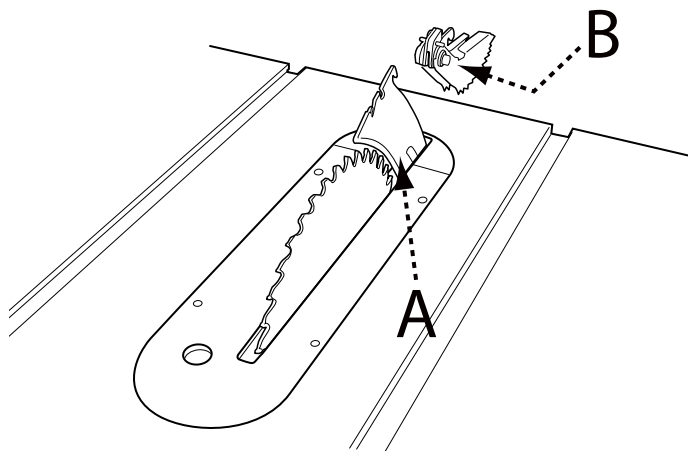

FIGURE 16
1. Reportez-vous à la Figure 16 et localisez la fente de montage des doigts anti-retour (A) au milieu du bord supérieur du couteau diviseur.
2. Faites coulisser la fente au milieu de l'ensemble de doigts anti-retour le long de la partie supérieure du couteau diviseur jusqu'à ce que la tige (B) localise la fente centrale sur le couteau diviseur.
3. Enfoncez la tige sur l'ensemble de doigts anti-retour (B) pour permettre à l'ensemble de tomber dans la fente. Appuyez sur l'ensemble de doigts anti-retour jusqu'à ce qu'il s'enclenche et se verrouille. Relâchez la tige. **REMARQUE :** Tirez sur les doigts anti-retour pour vous assurer qu'ils sont bien verrouillés en place.
L'épaisseur du couteau diviseur (A) doit être supérieure à celle du corps de la lame ou de la plaque (B) et inférieure à la largeur de trait de scie ou de découpe (C) comme le montre la Figure 16. Le couteau diviseur fourni avec cette scie fait 2,2 mm d'épaisseur et peut être utilisé uniquement avec une lame de 10 pouces (254 mm) pour une largeur minimale du trait de scie